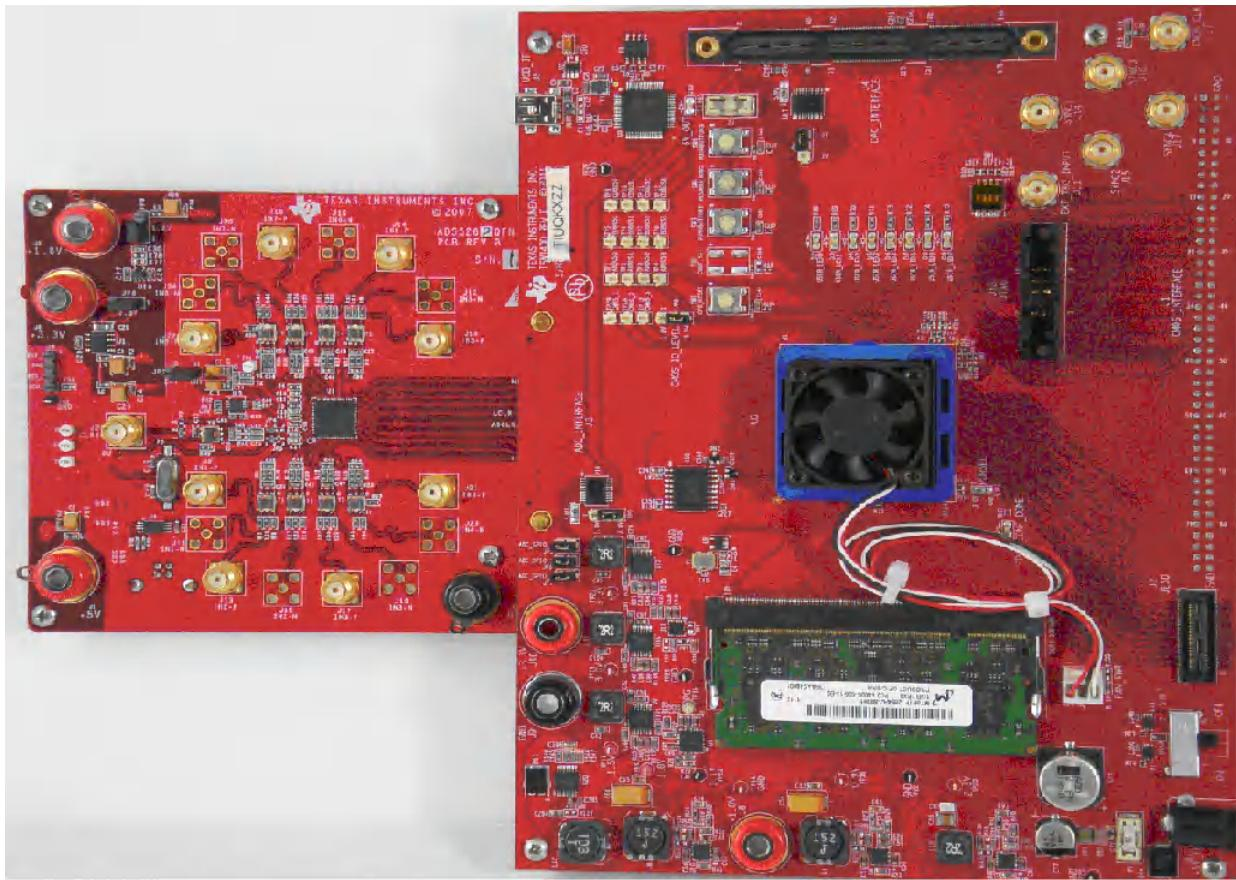

图 4-1. TSW1400EVM 连接到 ADS5281 EVM
- 图 4-1 展示了连接到 ADS5281 EVM 的 TSW1400 EVM。